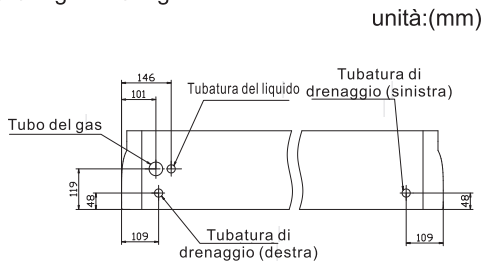

Fig. 4.1 La posizione di connessione del tubo
(1) Le posizioni di collegamento del tubo sono mostrate nella Fig. 4.1 e Fig. 4. 2.